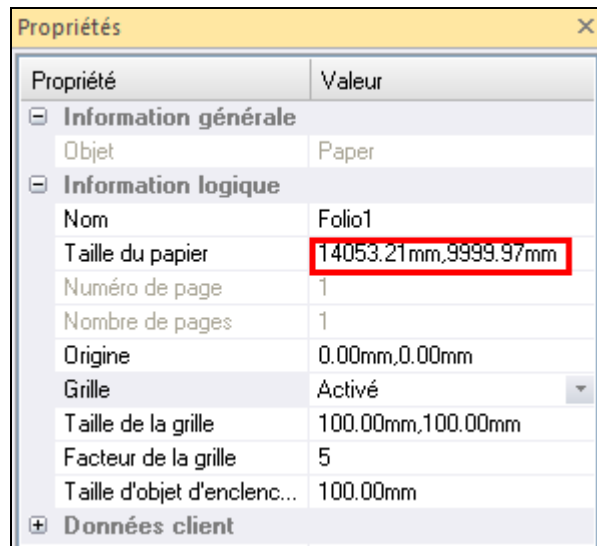
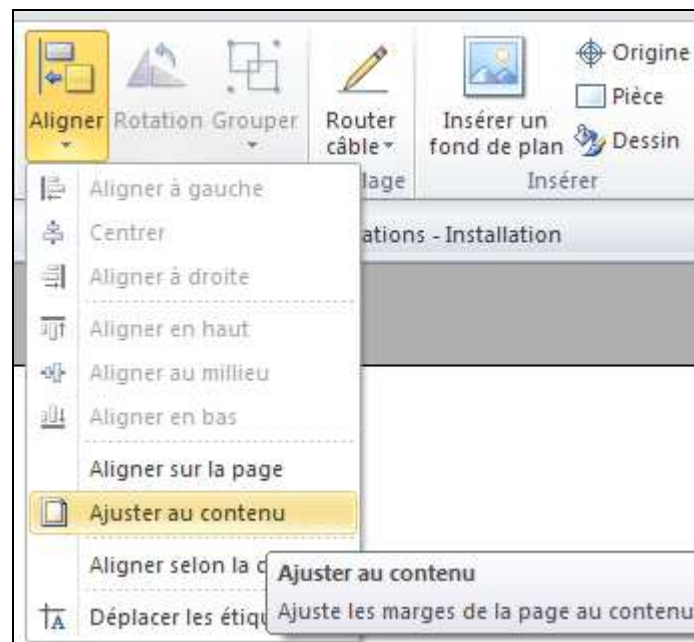

Fig. 10
Fig. 11
-Dans le champ **Taille du papier** il convient taper les valeurs désirées que le programme ajustera afin de conserver le ratio d'une feuille A4 (Fig. 10). Il est aussi possible de lancer la commande **Ajuster au contenu** (Fig. 11) qui permet de régler automatiquement la taille de la page.